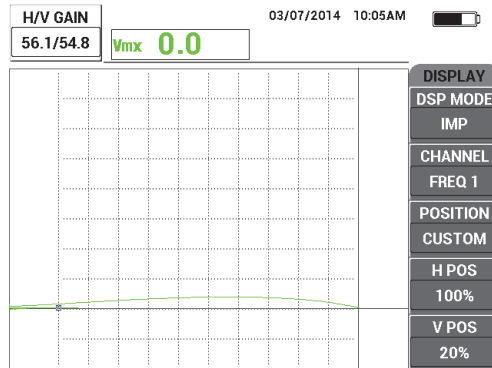

図 5-41 ゲインを減少して信号を調整する
- 複数のシム全体（4 つの 0.5mm のシムまたは 2.0mm の厚さ）を試験片上に配置し、プローブをシムにしっかりと押しながらドットが 10 × 10 グリッド（水平軸 0%）の右端に達するまでゲインキー（**dB**）を押してゲインを無効にします（158 ページの図 5-41 を参照）。